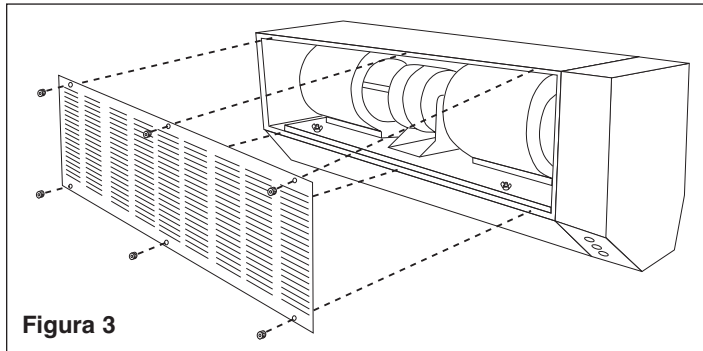

Figura 3
4. Desenrosque las seis (6) tuercas estriadas, y retire la rejilla de entrada de aire. (Vea la Figura 3).